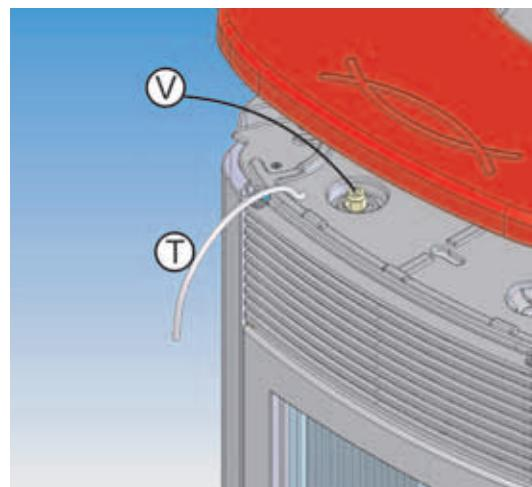

fig. 1
- Placer le joint 10x2 (cod. 425810) de 870 mm de longueur sur le profil latéral arrière du coté zingué dx et sx (fig.1)